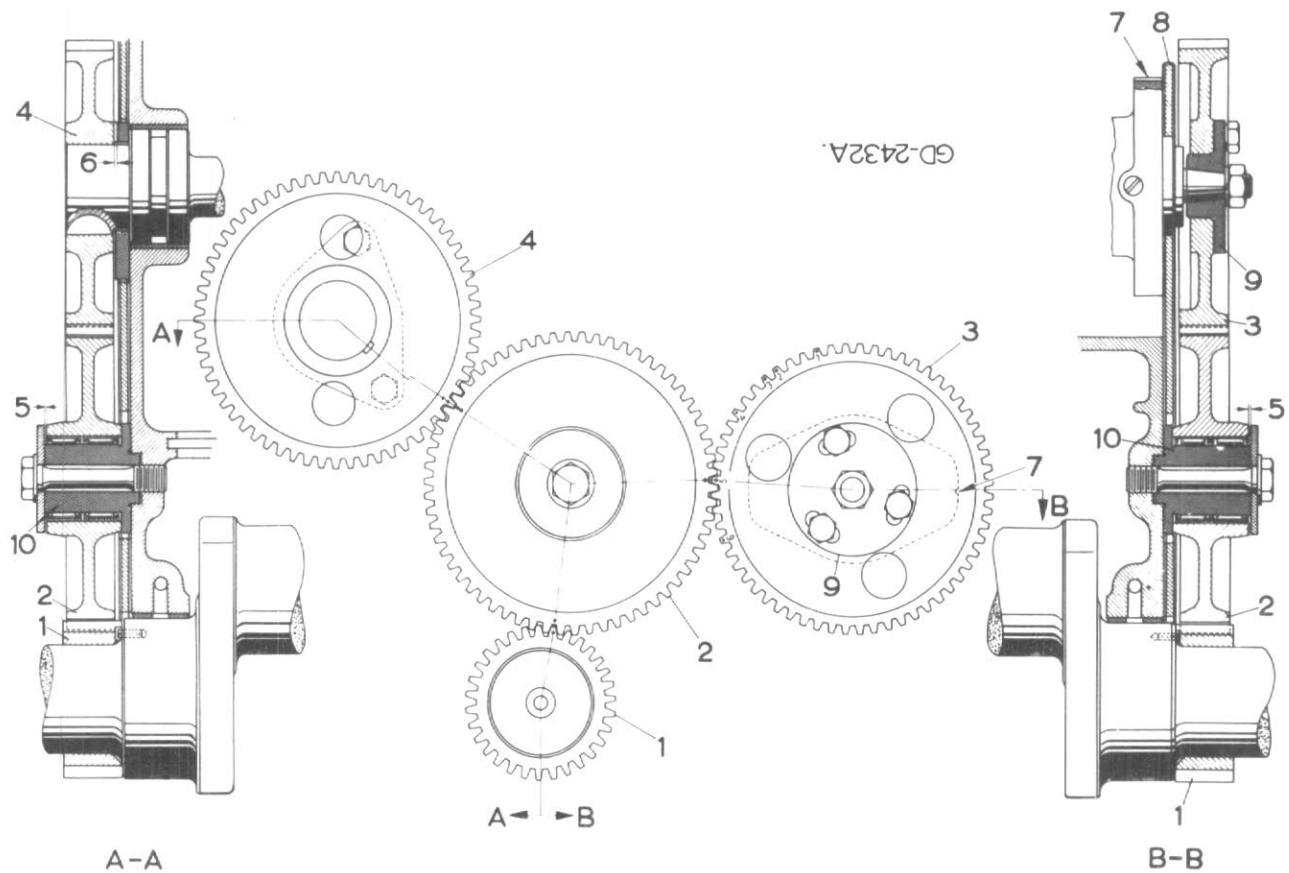

Figure 212
Toutefois si l'ensemble des pignons de distribution a été démonté, il faudra refaire le calage de l'ensemble des pignons comme le représente la figure 212.
La figure 212 montre les pignons de distribution d'un moteur de 6 cylindres, le piston n° 1 étant au PMH de sa course de compression.
Instructions de calage pour les pignons (3) de la pompe d'injection Fig. 212 (Nos. des pièces 3055 066 R3, 3056 885 R3, 3218 450 R1)
Tableau de calage du pignon (3) figure 212 de pompe d'injection
Les soupapes sont calées par les repères des pignons de distribution du moteur, fig. 212.